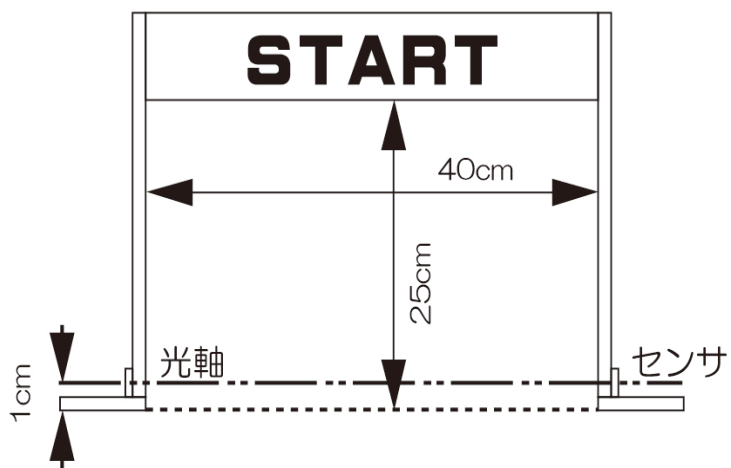

図5・スタート、ゴールゲート（ロボットレース競技）
8. スタートライン及びゴールライン上のセンサについて(図 5 に示されている)